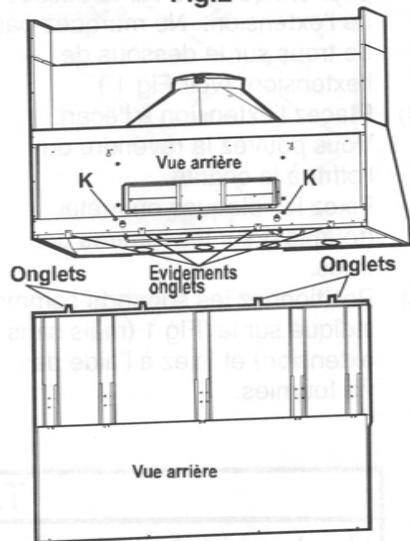
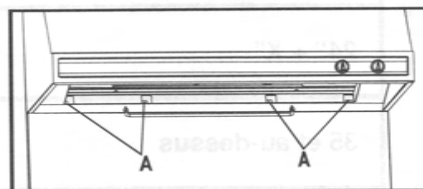

Fig. 3
Fig. 4
- 1) Desserrez de l'intérieur de la hotte, les vis K d'un tour (voir fig 3)
- 4) Glissez les protections Backsplash jusqu'à ce que les onglets passent par les évidements à l'arrière de la hotte (voir Fig 3). A partir de l'intérieur de la hotte, fixez les protections Backsplash aux emplacements de l'onglet avec les vis en métal (fournies) (voir Fig 4)
- 5) Reserrez les vis K (voir Fig 3). Revissez le vis en métal sur les onglets